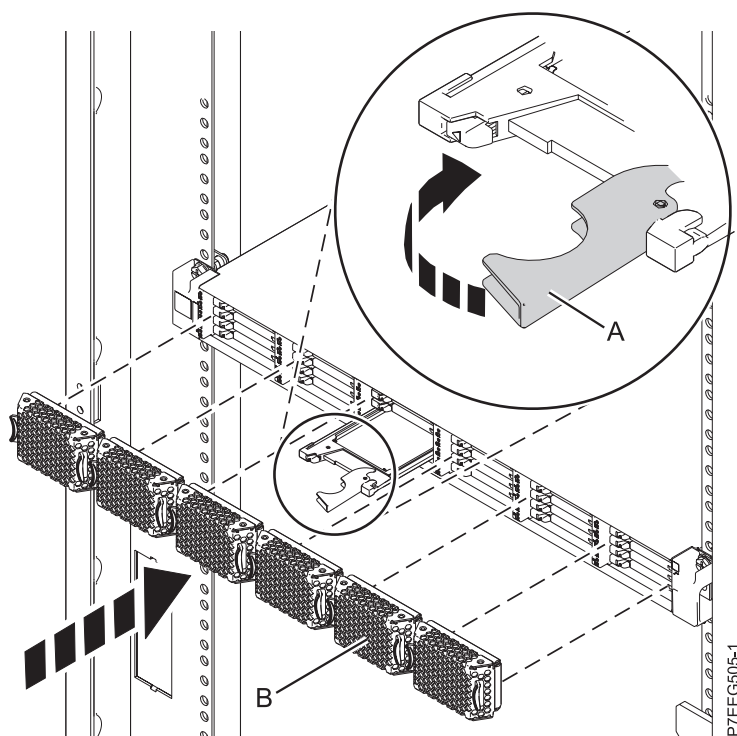

Figura 9. Instalación de una unidad de estado sólido en Alojamiento de almacenamiento PCIe de EDR1
1. Con el asa en la posición de desbloqueo, alinee la unidad de estado sólido con los rieles de guía del alojamiento. Consulte Figura 9 en la página 20.